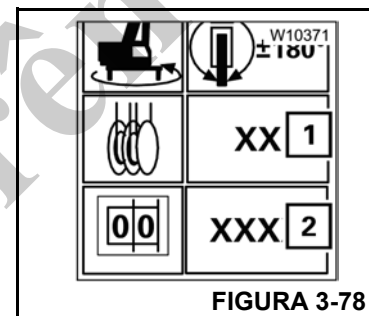

FIGURA 3-78
Quando os componentes são inseridos, o código RCL correspondente (2) (Figura 3-78) é exibido ao mesmo tempo.